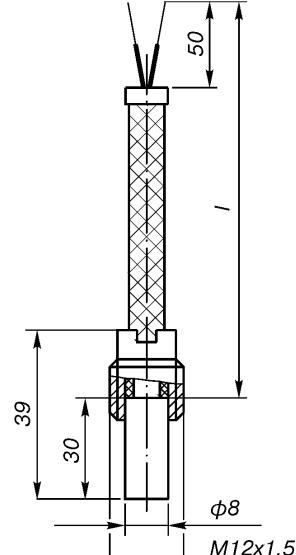

Рис.2.
- 02\* по рис.2
3. Длина монтажной части, L, мм / длина кабельной выводной части I, мм - для рис.2, 9, 11, 13.